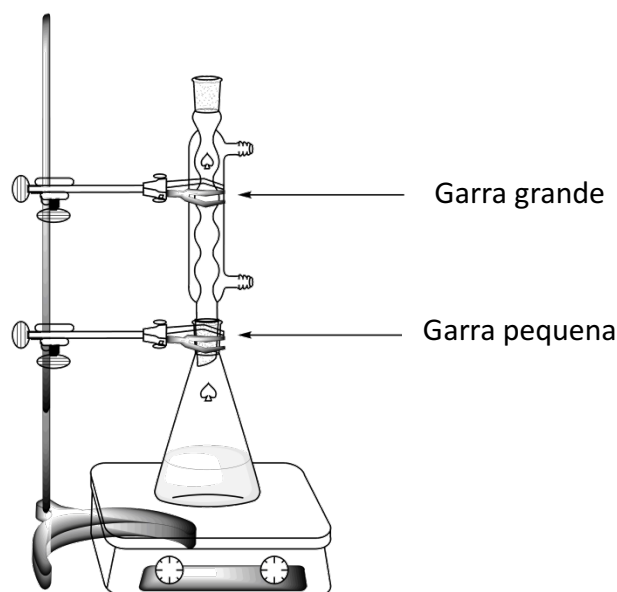

Figura 1. Montagem para refluxar a mistura reacional
- Coloque** o condensador no Erlenmeyer, como mostra a figura 1. **Levante** o seu cartão de “HELP”. Um assistente de laboratório virá ligar a água e o aquecimento.
- Recristalize** o produto que está no Erlenmeyer de 50 mL com boca esmerilada, usando a quantidade mínima necessária da mistura água/etanol anteriormente preparada para dissolver o produto e a montagem de refluxo (Figura 1). **Levante** o seu cartão de “HELP”. Um assistente de laboratório virá ligar a água e o aquecimento. Se necessário **adicione** mais solvente pelo topo do condensador.